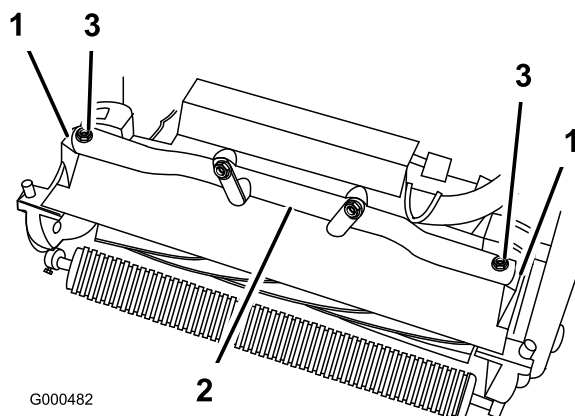

Figure 45
4. Retirez les (2) boulons de fixation des bras de pivot du plateau de coupe au tube du bâti du groupe de déplacement (Figure 45).
5. Tournez les bras de pivot vers l'avant (Figure 45) et appuyez le groupe de déplacement sur la béquille bloquée.